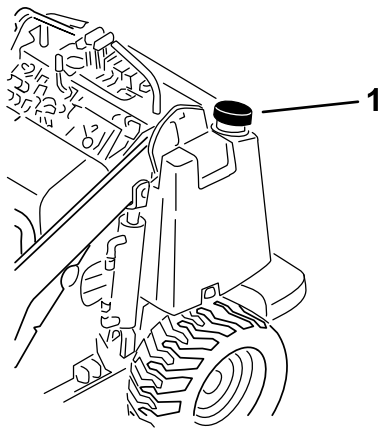

Bild 11
3. Reinigen Sie den Bereich um den Tankdeckel und nehmen Sie den Deckel ab (Bild 11).